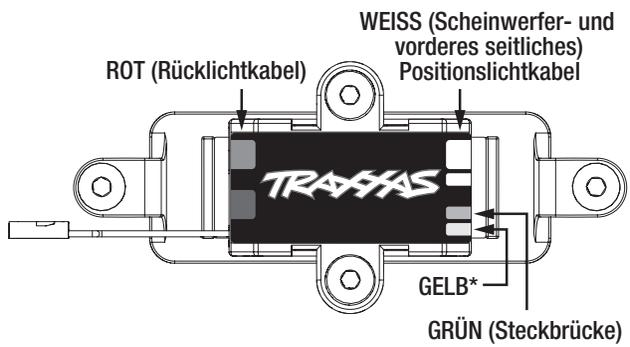

Abb. 7
Kabelführung (Fig. 7)
Notieren Sie bei der Installation der LED-Licht-Kabelbäume im Montage-Diagramm (Abb. 7), wo die Installation beginnt und endet. Bringen Sie die im Lieferumfang enthaltenen Kabelbinderhalterungen an den dafür vorgesehenen Stellen an und verwenden Sie die Kabelbinder, um die Kabel an der Karosserie zu sichern, wenn Sie die LED-Beleuchtung installieren. Die Kabelbinder müssen nicht fest sein, lassen sie etwas Platz, damit sich die Kabel bewegen können.
5. Stecken Sie die Stecker von den LED-Licht-Kabelbäumen in die Anschlüsse am Verteilerblock (J) ein. Achten Sie darauf, dass das Farbband an den Kabelbäumen mit der entsprechenden Farbe an jedem Anschluss des Verteilerblocks übereinstimmt (weiß für Scheinwerfer, rot für Rücklichter, blau für seitliche Positionslichter).
6. Stecken Sie die im Lieferumfang enthaltenen Steckbrücke wie gezeigt in den grünen Anschluss am Verteilerblock (siehe Verkabelungsdiagramm, Abb. 7). **Hinweis:** Die Steckbrücke ermöglicht, dass die LED-Lichter in den Modus mit voller Leistung (Fernlicht) gehen können. Die Steckbrücke ist nicht für die Funktion der LED-Lichter erforderlich (die Lichter verbleiben einfach im Modus mit geringer Leistung (Abblendlicht), wenn sie nicht installiert ist).